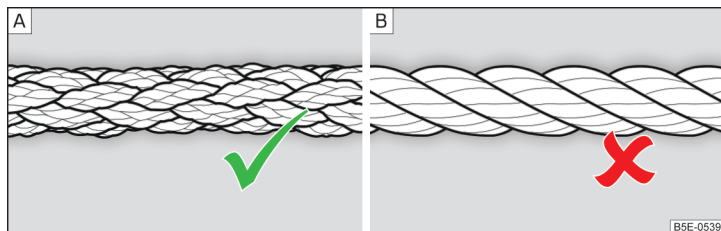

Fig. 189 Fune di traino intrecciata / a spirale
Per il traino, utilizzare una fune di traino intrecciata » fig. 189 - A.
- Per il traino non utilizzare funi di traino a spirale » fig. 189 - B, l'occhione di traino del veicolo potrebbe svitarsi - pericolo d'incidente.